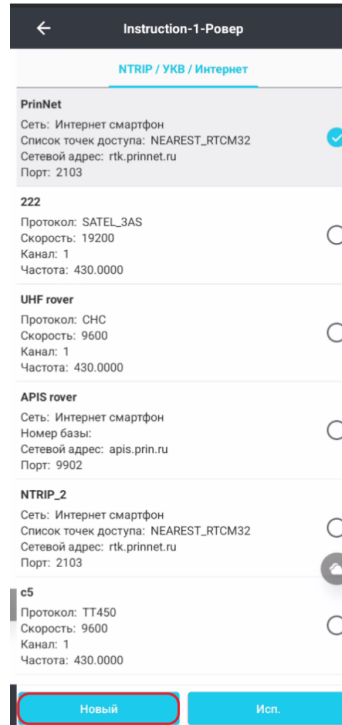

Рисунок 5.2.38
2. Выберите Ровер (Рисунок 5.2.38).